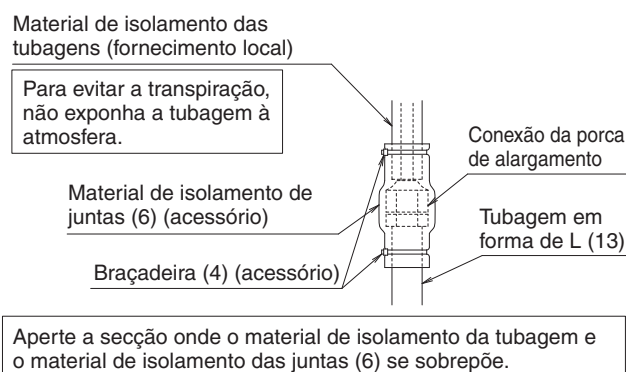

Fig. 23
- Envolver o material de selagem (pequeno) (9) em torno do material isolante de junta (6) (7).
- Assegure-se que a costura do material isolante (6) e (7) está para cima.
- Ao realizar a colocação de tubagens para cima e para a direita, isole a conexão lateral de gás com a tubagem em forma de L fornecida. **(Consulte a Fig. 23)** Para além disso, dobre a tubagem de campo lateral de líquido utilizando um dobrador com um raio menor ou igual a 40 mm. Se a tubagem em forma de L não for utilizada ou se a tubagem for dobrada com um dobrador com raio superior a 40 mm, pode interferir com outras tubagens ou com a mangueira de drenagem.